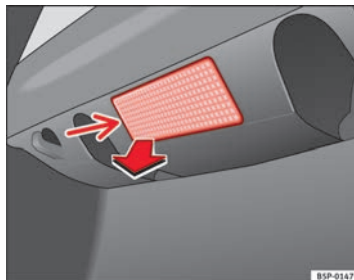

Fig. 199 Luz maletero
- Extraiga la tulipa haciendo presión sobre el borde de la parte interior de la misma -flecha- con ayuda de un destornillador por su parte plana ⇒ fig. 199.